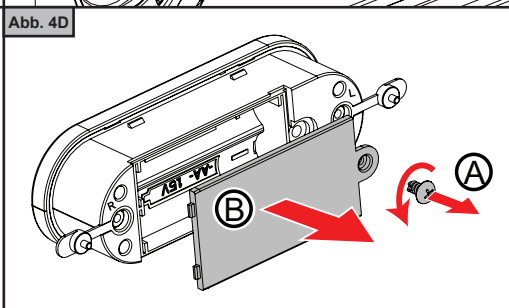

Abb. 4E
5. Legen Sie zwei AA-Batterien, die Sie in der Produktschachtel finden, gemäß der angezeigten Polung ein (Abb. 4E).
6. Schließen Sie die Klappe wieder. (Abb. 4E)